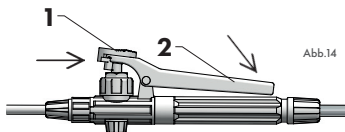

Abb.14
Die Sperre am Hebel des Griffs (Abbildung 14 / Position 1) ermöglicht ein stetiges Besprühen. Zum Sperren des Hebels Hebel (Abbildung 14 / Position 2) drücken und Sperre (Abbildung 14 / Position 1) verschieben, wie auf nachfolgender Abbildung dargestellt. Zum Entsperren ist die Sperre (Abbildung 14 / Position 1) einfach in die Gegenrichtung zu schieben.
2. Nacisnąć dźwignię (rys. 14/ poz. 2) uruchamiając oprysk.